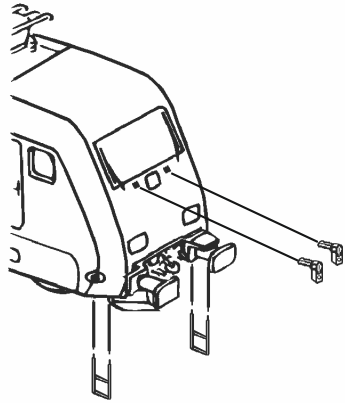

Fig.4
1. Reinigung der Radstromkontakte: Radstromkontakte können auf unsauberen Schienen leicht verschmutzen. Entfernen Sie **vorsichtig** mit einem kleinen Pinsel **den Schmutz** an den in Fig. 6 gekennzeichneten Stellen. Dazu zuerst den Getriebedeckel abnehmen (Fig. 4).
3. Haftreifenwechsel: Zuerst den Getriebedeckel abnehmen (Fig. 4). Danach den **Radsatz** herausnehmen und die **Haftreifen** mit einer Nadel od. mit einem feinen Schraubendreher abziehen (Fig. 9+6). Beim Aufziehen der neuen Haftreifen darauf achten, dass diese sich nicht verdrehen.
1. Nettoyage des lames de courant aux roues: Les lames de contacts risquent de s'encrasser rapidement sur des voies poussiéreuses. Veuillez **enlever la poussière** aux endroits marqués à la fig. 6 à l'aide d'un petit pinceau souple. A ces fins démontez d'abord le bogie (fig. 4).
3. Échange des bandages d'adhérence: Démontez d'abord le **couvercle du carter** des engrenages (fig. 4). Délogez ensuite les essieux bandagés et enlevez, à l'aide d'une aiguille ou d'un tourne-vis fin, les bandages d'adhérence (fig. 9). Lors du montage des nouveaux bandages veuillez veiller à ce que les bandages **ne soient pas tordus**.
1. Cleaning of wheel contacts: Wheel contacts easily get dirty on tracks which are not entirely clean. Use a small brush to **remove dirt** from spots marked in fig. 6. Prior to cleaning the contacts dismantle the bogie (fig. 4).
3. Change of traction tyre: Remove the gear cover (fig. 4). Take out **wheel set** and remove **traction tyre** using a pin or a fine screwdriver (fig. 9). When pressing on the new traction tyre please **avoid twisting it**.